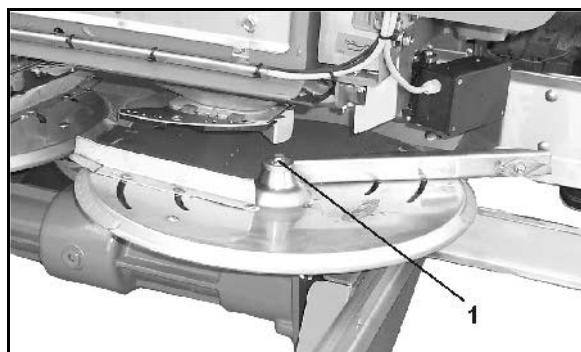

Fig. 70
1. Lossa M10 vingskruven (Fig. 70/1).
4. Lås fast spridartallriken med M10 vingskruven (Fig. 70/1).